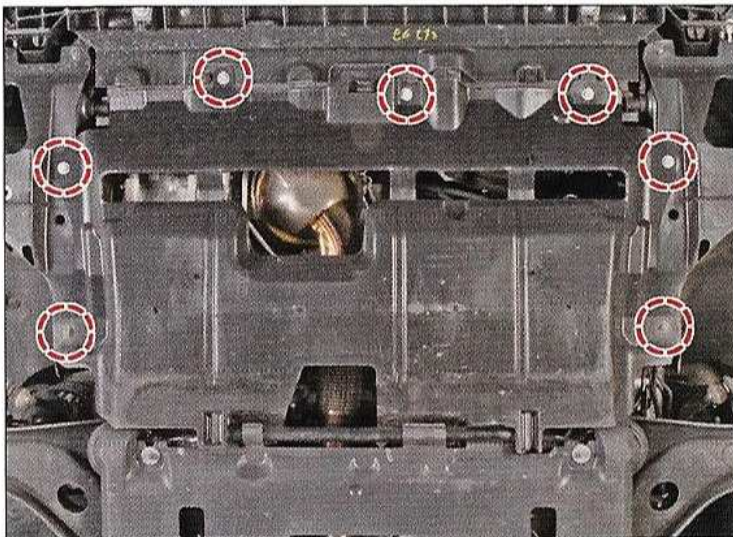

FIG.1
- Déposer la protection sous moteur (Fig.1).